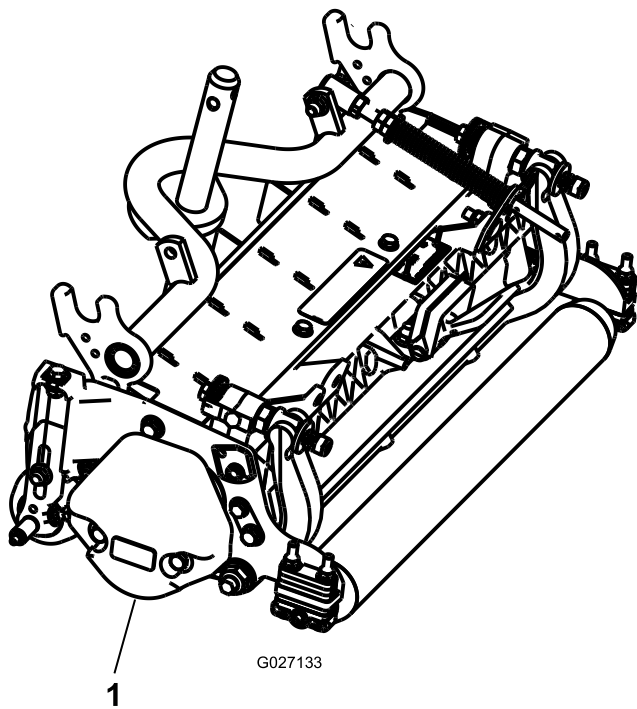

Рисунок 3
3. Убедитесь, что противовес (Рисунок 3) установлен с соответствующего конца режущего блока, как описано в *Руководстве по установке комплекта противовеса*.